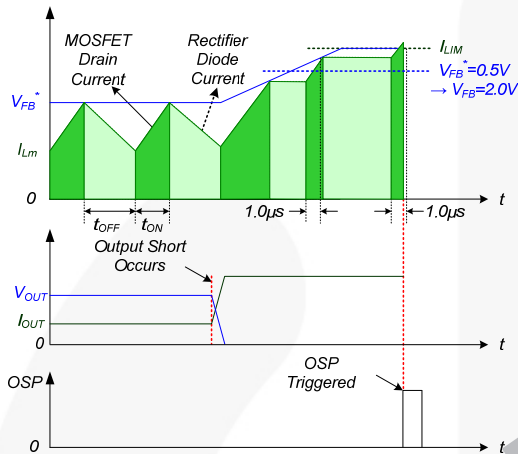

图 24. 输出短路保护
**4.3. 输出短路保护 (OSP):** 如果输出短路, 在最小导通时间内有一个具有极高 di/dt 的陡波电流流过 SenseFET。关断时, 该陡波电流会在 SenseFET 漏极上产生高压应力。为了防止器件发生异常情况, 需包含 OSP。包括检测  $V_{FB}$  和 SenseFET 导通时间。当  $V_{FB}$  高于 2.0 V 且 SenseFET 导通时间小于 1.0  $\mu\text{s}$ , 这种情况被认为发生异常错误, PWM 开关停止直至  $V_{CC}$  再次达到  $V_{START}$ 。异常状态输出短路如图 24 所示。